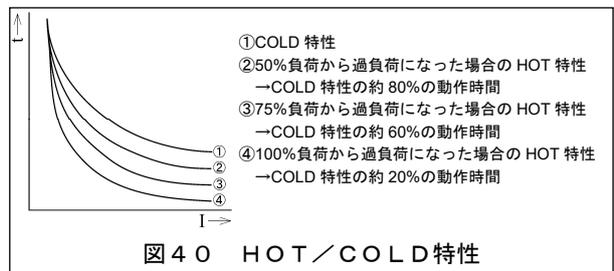

図40 HOT/COLD特性
AGR-21BL (L特性) 形OCRの設定値を表25, 特性を図40~図42に示します。
⑤: ピックアップ電流値とは, OCRが過電流を判定する際のしきい値です。 $[I_n] \times 1.05 < (\text{ピックアップ電流値}) \leq [I_n] \times 1.2$ の範囲内にあり, ピックアップ電流値を超えると, OCRは引外しの為の時限の計測を始めます。電流が一旦ピックアップ電流値未満になると, 時限の計測は解除されます。
⑥: HOT特性は, ある負荷状態がある程度継続した後に過負荷状態となった時, 通常の長限時引外しの特性 (=COLD特性) よりも短い時間で動作する特性です。出荷時は, COLD特性に設定されています。HOT特性への変更方法は, 5-2-3-6.を参照ください。HOT特性時の負荷状態の記憶は, 制御電源喪失時解除されます。HOT/COLD特性の動作時間を図40に示します。
⑦: 短限時引外し機能は, 長限時引外し機能に対し, 優先動作します。短限時引外しより長限時引外しの時限が小さい領域でも, 短限時引外し機能の時限で動作します。